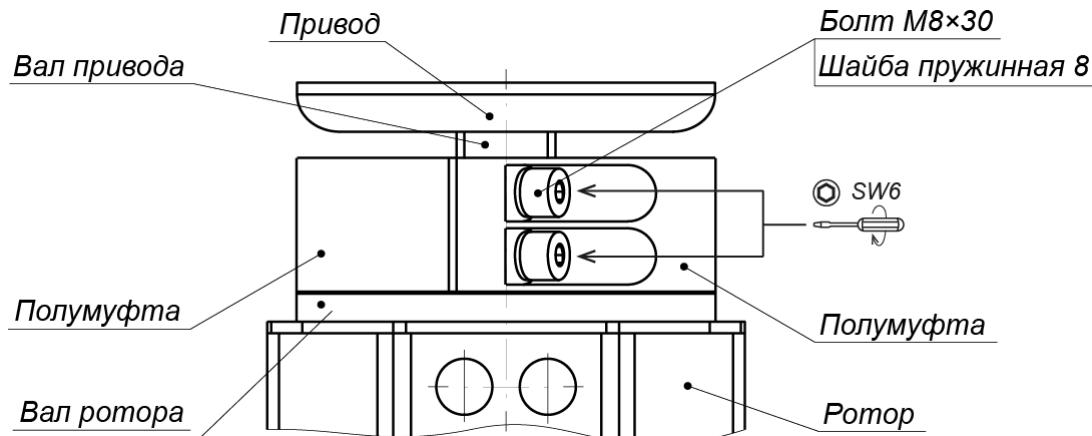

Рисунок 19. Муфтовое соединение (4) вала привода исполнительного механизма с валом ротора (1)
- Соедините верхний вал ротора с валом привода исполнительного механизма двумя полумуфтами и четырьмя болтами M8×30 с пружинными шайбами (ключ SW6) (см. рис. 19). Будьте осторожны, полумуфты имеют большой вес, не допускайте их падения во избежание травм!
2. Снимите полумуфты (см. рис. 19), отвернув 4 болта M8 муфтового соединения (4). Будьте осторожны! Удерживайте ротор и полумуфты от падения.